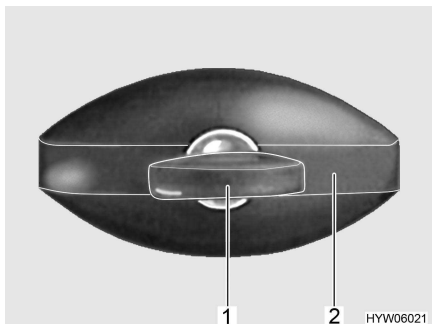

Fig. 19 Cerradura de la trampilla (de forma elíptica, cerrada)
- Introducir la llave en el cilindro de cierre (Fig. 19,1) y girarla un cuarto de vuelta en sentido contrario a las agujas del reloj. El asidero de la cerradura (Fig. 19,2) se abre de golpe.